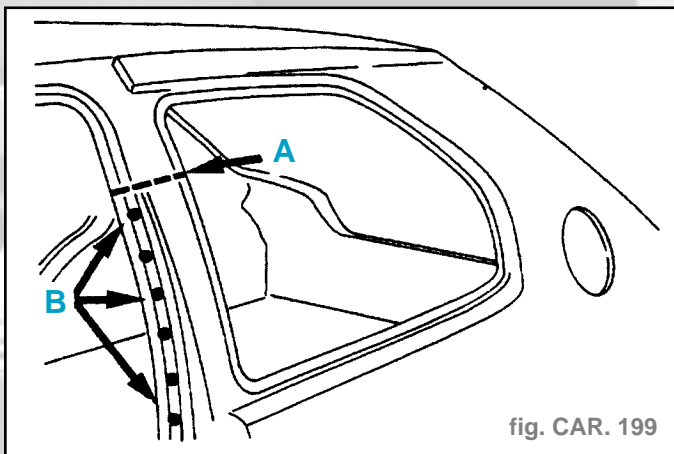

fig. CAR. 199
- Souder par cordons successifs au MIG (suivant A) (fig. CAR. 199).